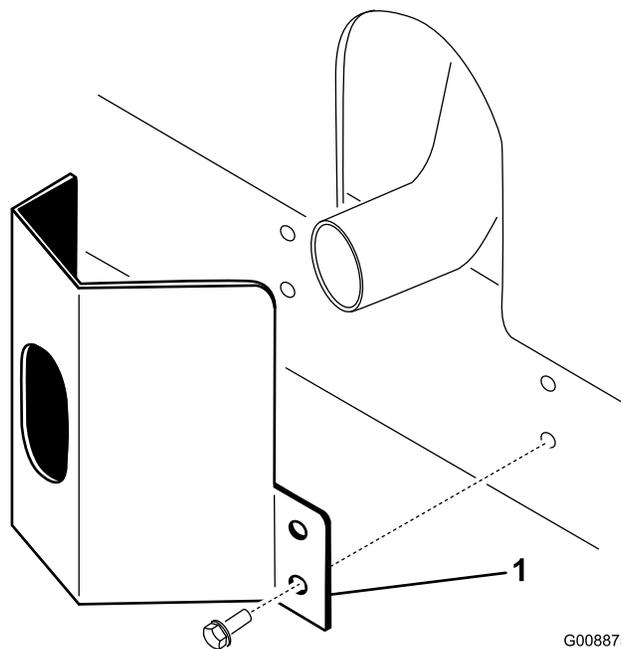

图 10
1. 将排气护罩放到消声器旁边同时将安装孔与机架中的孔对齐 图 10。
2. 用 4 个自攻螺丝将排气护罩固定到机架上 图 10。